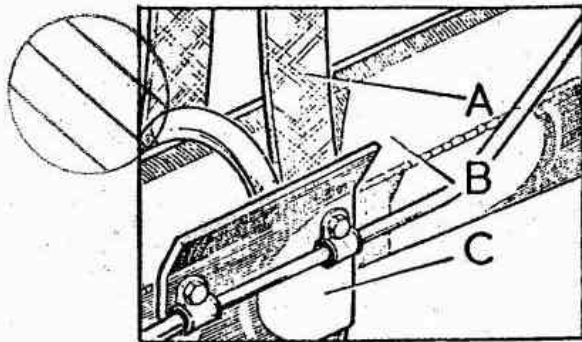

Fig. E -21 Posición correcta de la correa
- 2.1. Instalar las correas de sujeción, asegurándose que quedan situadas entre el protector, C (Fig. E -21), de la tubería del freno y el eje trasero, B.